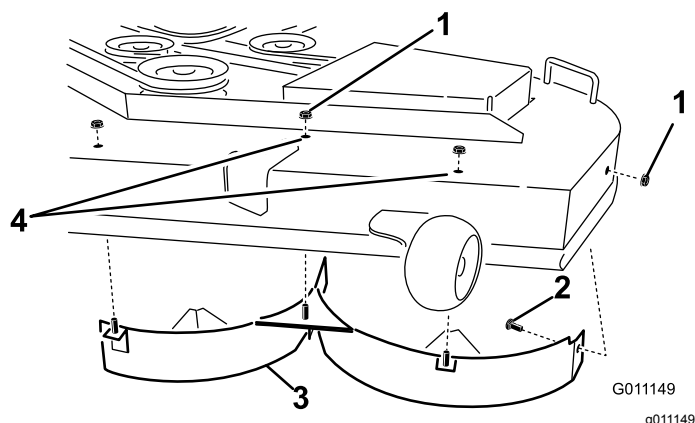

Figura 33
estrema sinistra sulla parte superiore del piatto di taglio (Figura 33). Rimuovete il bullone a testa tonda e il dado di bloccaggio che fissano il deflettore sinistro al lato del piatto di taglio.
- Staccate il deflettore sinistro dal piatto di taglio come illustrato nella Figura 33.
- Trovate i due bulloni nelle parti sciolte e utilizzate i dadi di bloccaggio presenti. Montate questi elementi di fissaggio nei fori illustrati nella Figura 33, sul piatto di taglio, per prevenire il rischio di detriti volanti. Montate il bullone inserendolo dalla parte interna del piatto di taglio e fissatelo con un dado di bloccaggio presente montato sulla parte superiore esterna del piatto.